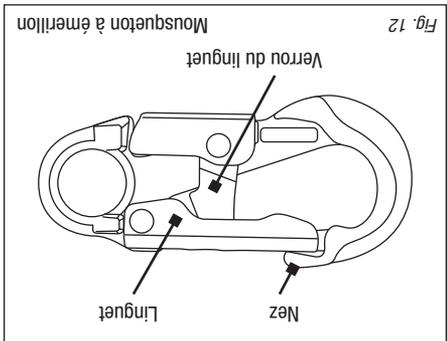

Fig. 12
8.4 Toutes les pièces doivent être inspectées de fentes, de traces de coup et de déformation. Le linguet doit s'ajuster dans le crochet sans être forcé et ne devrait pas être déformé ou obstrué. Le ressort du linguet devrait appliquer suffisamment de pression pour garder ce dernier solidement fermé. Le verrou du linguet doit empêcher celui-ci de se désengager lorsqu'il est fermé (Figure 12).